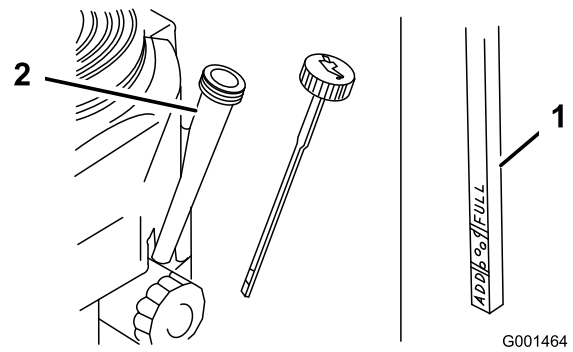

Figura 21
4. Limpie alrededor de la varilla de aceite (Figura 21) para impedir que caiga suciedad por el orificio de llenado y cause daños en el motor.
5. Desenrosque la varilla de aceite y limpie el extremo (Figura 21).
6. Deslice la varilla a fondo en el tubo de llenado, pero no la enrosque en el tubo (Figura 21).
9. Vierta lentamente un 80% aproximadamente de la cantidad especificada de aceite por el tubo de llenado (Figura 21).